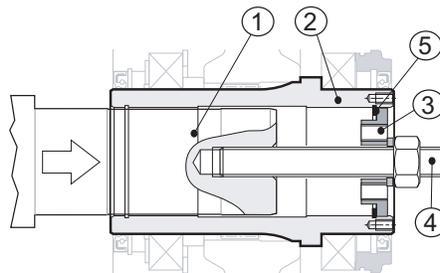

Fig. 12
Insérez ensuite le Seeger pour intérieur dans leur logement (pos. 5), puis le fond (pos. 3), à ce stade, visser l'écrou de la barre filetée amène les deux arbres en butée les uns avec les autres (voir Fig. 12 (p. 25)).